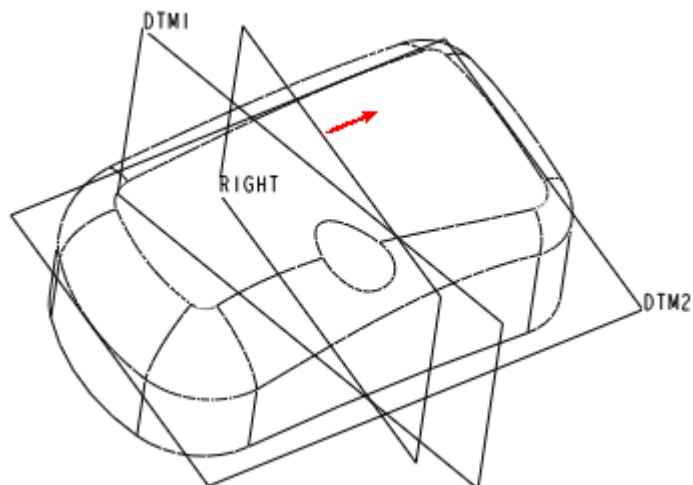

图 42-20
- (1) 单击菜单【编辑】 【特征操作】, 在打开的【特征】菜单中单击【复制】 【移动】 | 【选取】 | 【独立】 | 【完成】选项。
- (2) 在模型树中, 选择步骤 8 建立的可变剖面扫描特征“切剪标识 433”。
- (3) 单击【选取特征】菜单中的【完成】, 在弹出的菜单中选择【平移】 【平面】选项。
- (4) 选择 RIGHT 基准面为参照, 单击【方向】菜单中的【正向】, 接受系统默认的移动方向, 如图 42-20 所示。